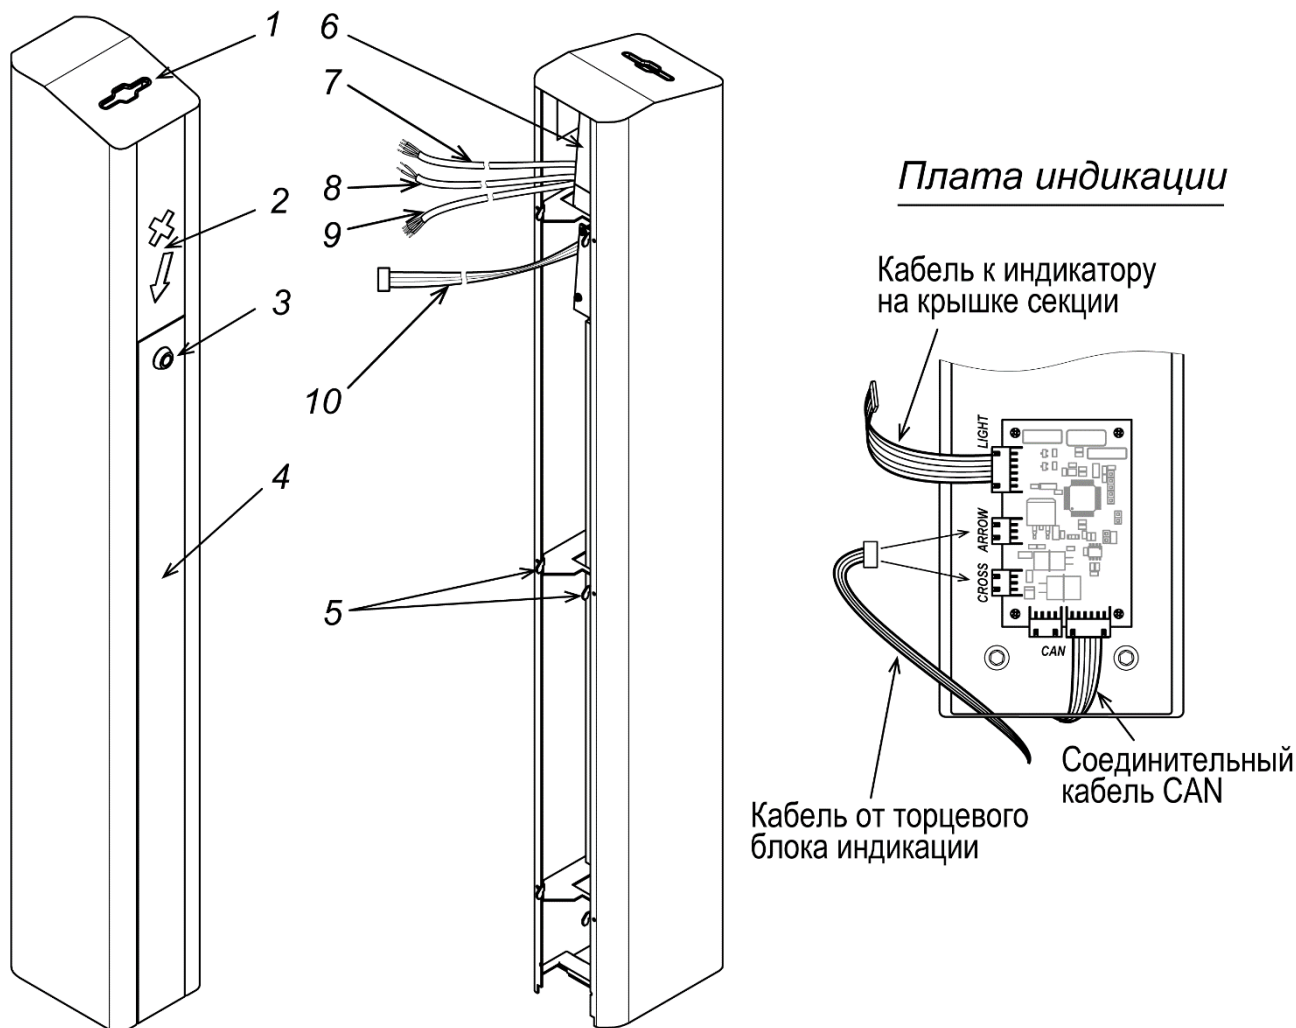

Рисунок 3. Передняя панель PERCo-FP-11C
Устройство панели **PERCo-FP-11C** показано на рис. 3. Далее номера позиций указаны в соответствии с рис. 3.
3. Из передней панели демонтируйте плату индикации, для чего открутите 4 винта, крепящие ее к кронштейну внутри передней панели. Плату индикации зафиксируйте внутри верхнего короба под крышкой секции на 4-х самоклеящихся площадках-фиксаторах из комплекта поставки панели **PERCo-FP-11C**. Подключите соединительный кабель CAN к плате индикации (см. рис. 3).
4. Распакуйте панель **PERCo-FP-11C**. При необходимости установите внутри панели встраиваемый считыватель (6), место установки показано на рис. 3. Для установки считывателя используйте двусторонний скотч.
6. Подсоедините в соответствии со схемами на рис. 4 и 5 и уложите внутри секции соединительные кабели (см. рис. 3):
- от источника питания 24VDC – кабель питания картоприемника (8)¹,
- от контроллера СКУД – кабель встроенного считывателя (7) и кабель управления картоприемника (9).
7. С помощью кабеля (10) подключите торцевой блок индикации (2) к плате индикации в секции **PERCo-ST-11**. Порядок подключения кабелей к плате индикации показан на рис. 3:
9. Установите на место крышку скоростного прохода, не забудьте подключить кабель индикатора крышки из искусственного камня в разъем LIGHT платы индикации (см. рис. 3).